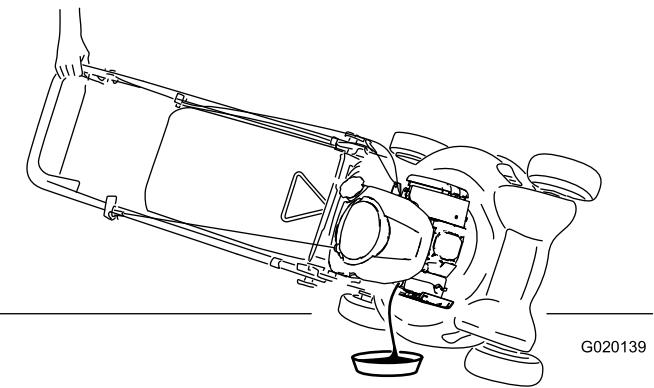

Bild 21
- Entfernen Sie den Peilstab und lassen das Altöl in eine Ölauffangwanne ablaufen (Bild 21).